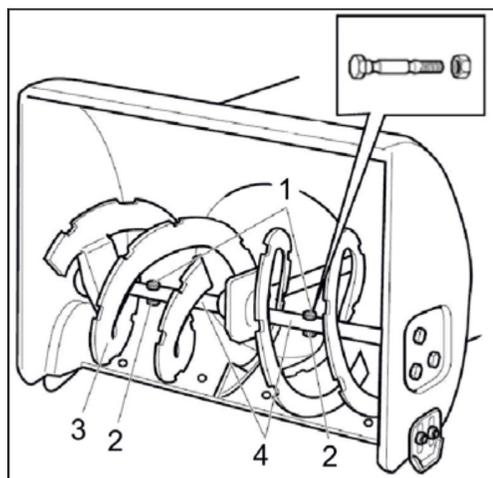

Рис. 30
11.10. Замена срезных болтов снегоуборочной насадки (Рис. 30)